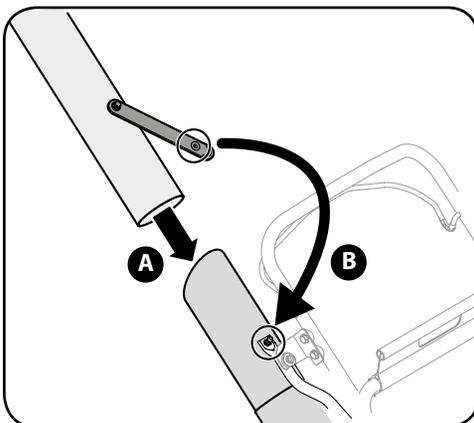

Рисунок 4-6
- b. Прикрепите жгут удлинителя шланга к штырьку на шланге в сборе. См. рисунок 4-6.